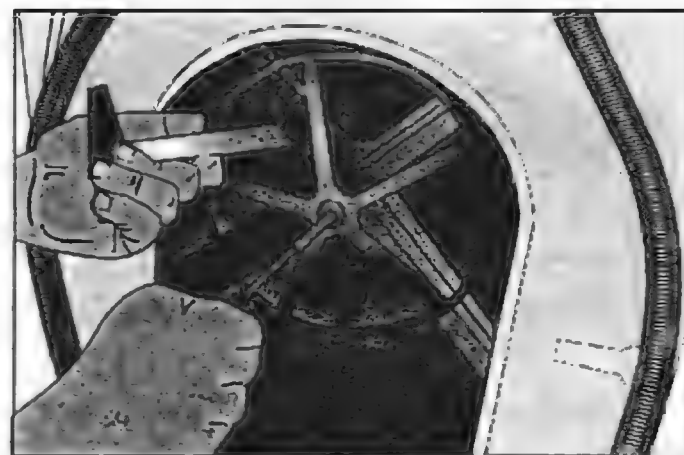

Рис. 3.1.4.19. Демонтаж винта, фиксирующего шкив
3. Действуя двумя отвертками как рычагами, снимают шкив (рис. 3.1.4.20).